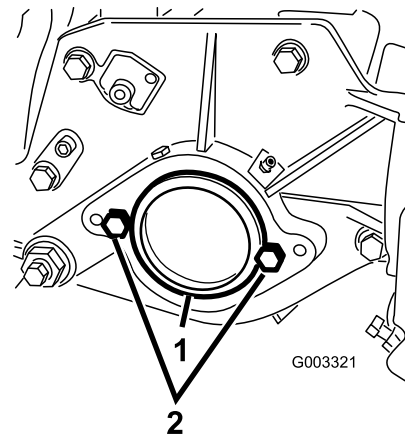

Figura 16
2. Tornillo de cabeza hexagonal (2)
5. Instale provisionalmente los 2 tornillos de cabeza hexagonal de montaje del motor del molinete a la chapa lateral izquierda de la unidad de corte (Figura 16).